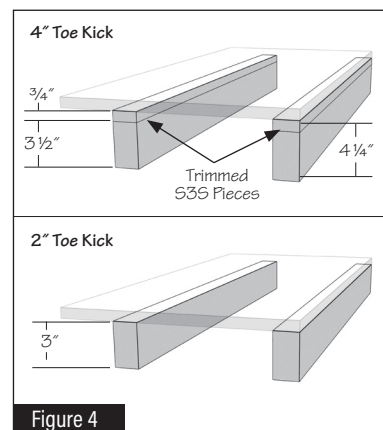

Figure 4
- 5 Using the HWC2x4x96 create floor supports following the chart below for your specific cabinet width and toe kick height (Fig. 4):
- 5 Usando HWC2x4x96, cree soportes para el piso siguiendo la tabla a continuación para el ancho específico de su gabinete y la altura del rodapié (Fig. 4):